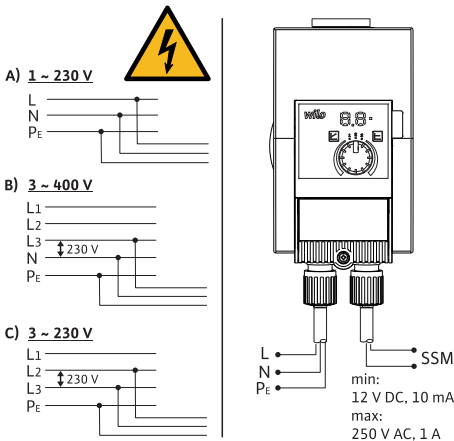

Fig. 3: Δυνατότητες σύνδεσης
- Συνδέστε σε δίκτυα χαμηλής τάσης 230 V. Κατά τη σύνδεση σε ηλεκτρικά δίκτυα IT (δίκτυο Isolé Terre) διασφαλίστε οπωσδήποτε ότι η τάση μεταξύ των φάσεων (L1-L2, L2-L3, L3-L1 → Fig. 3) δεν υπερβαίνει τα 230 V.